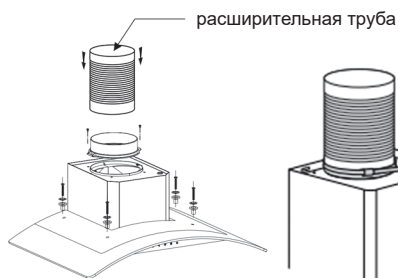

Рис. 3
5. Поместите стекло на вытяжку в соответствии с направлением и стороной, а затем закрепите стекло винтами. Установите розетку на вытяжку. Затем прикрепите выпускную и расширительную трубу, как показано ниже, и закрепите трубу на выпуске с помощью кабельной стяжки, затем подведите расширительную трубу к выпускному отверстию в стене. См. рис. 3.